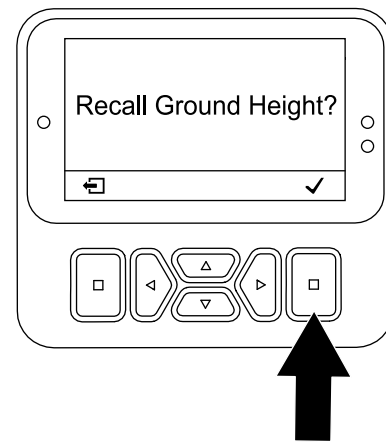

Figure 106
6. Dans l'écran Recall Ground Height (rappeler hauteur par rapport au sol) (Figure 106), appuyez sur le bouton central de l'InfoCenter.